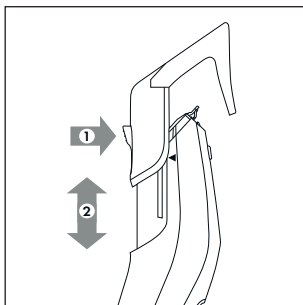
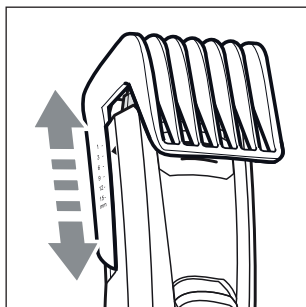

Bild 3
Bild 4
- ♦ Tryck på knappen baktill på kamtillsatsen **10/11** och för kamtillsatsen **10/11** uppåt eller nedåt (se bild 3). På så sätt ställs klipplängden in (se även kapitel **Klippa hår**).
- 3) Ställ in snittlängden på den hårlängd du vill ha på kamtillsatsen **10/11**. Tryck då på knappen baktill på kamtillsatsen **10/11** och för tillsatsen **10/11** uppåt eller nedåt (se bild 3). Snittlängderna framgår av markeringarna på sidan av kamtillsatsen **10/11** (se bild 4). Ställ först in en lång klipplängd och minska den sedan stegvis när du klipper.
- ◆ Ställ in snittlängden på den hårlängd du vill ha på kamtillsatsen **10/11**. Tryck då på knappen baktill på kamtillsatsen **10/11** och för tillsatsen **10/11** uppåt eller nedåt (se bild 3). Snittlängderna framgår av markeringarna på sidan av kamtillsatsen **10/11** (se bild 4). Korta av skägget lite i taget.